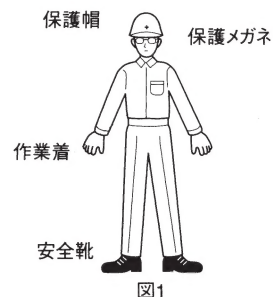

図1
- **作業に適した服装をしてください。(図1)**
- **常に保護メガネを着用してください。(図1)**